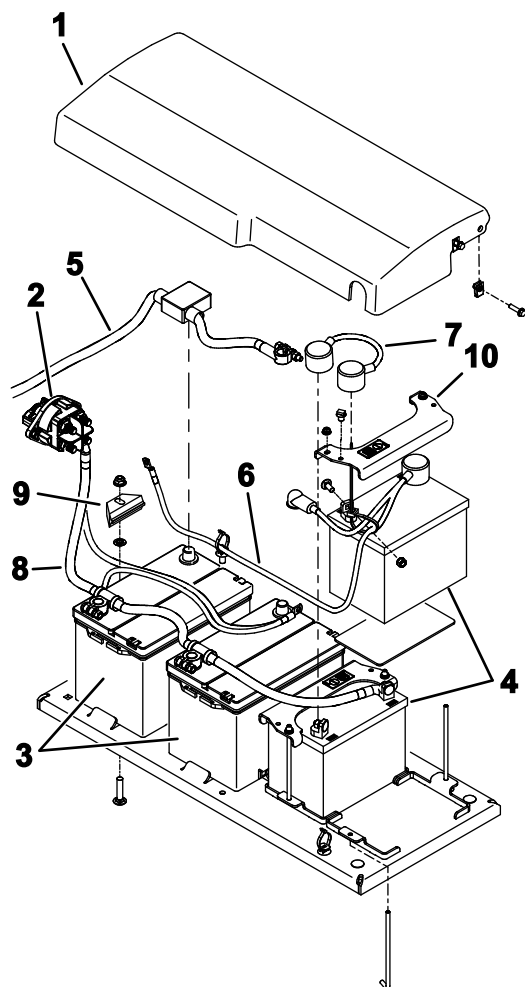

Figura 113
6. Retire las fijaciones que sujetan la tapa de la batería a la máquina, y retire la tapa (Figura 113).
9. Retire las baterías de la máquina con cuidado (Figura 113).
1. Sujete las baterías con las pletinas de sujeción (Figura 113).